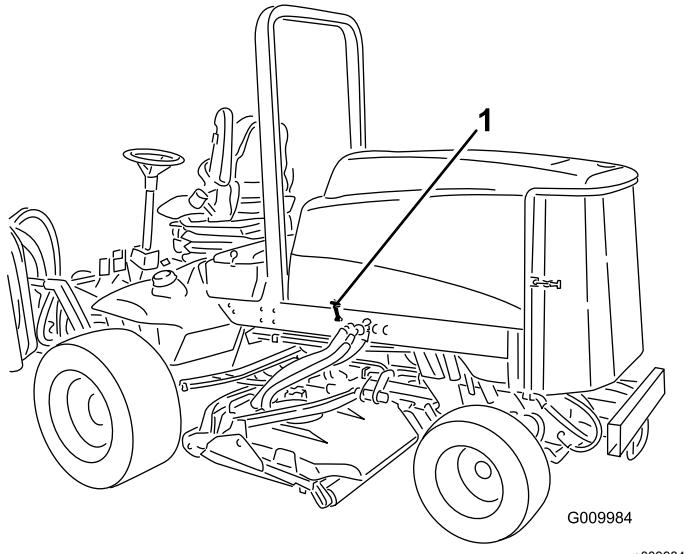

Figura 18
1. Desenganche los cierres del capó (Figura 18) y abra el capó.